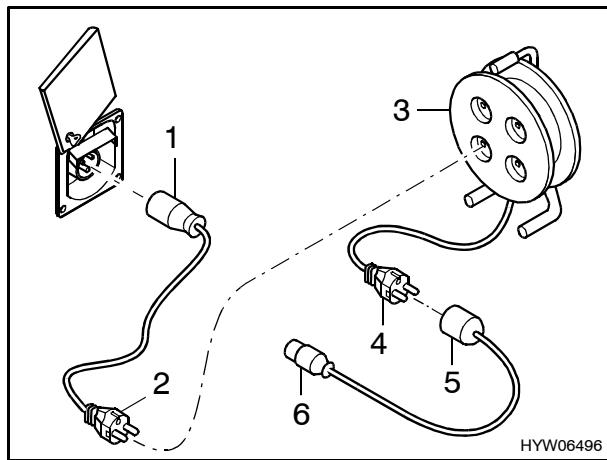

Fig. 62 Possibilità di collegamento per il collegamento a 230 V
- Ribaltare in alto la copertura (Fig. 62).
Giunto di collegamento CEE 17 con contatto di terra (Fig. 62,1) – spina con contatto di terra (Fig. 62,2).
Presa con contatto di terra (Fig. 62,3) – spina con contatto di terra (Fig. 62,4).
Giunto di collegamento con contatto di terra (Fig. 62,5) – spina CEE 17 con contatto di terra (Fig. 62,6).